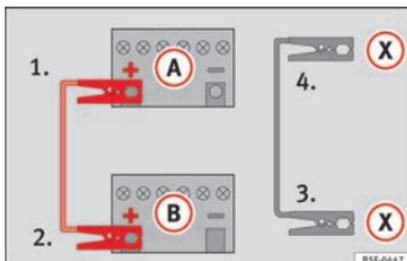

Abb. 165 Anschlussschema für Fahrzeuge mit Start-Stopp-System.
- Bei Fahrzeugen **mit Start-Stopp-System** klemmen Sie ein Ende des schwarzen Starthilfekabels (X) an einer geeigneten Massestelle, an ein mit dem Motorblock verschraubtes massives Metallteil oder an den Motorblock selbst an » » Abb. 165.
5. Klemmen Sie das andere Ende des schwarzen Starthilfekabels (X) im Fahrzeug mit der entladenen Batterie an ein mit dem Motorblock verschraubtes massives Metallteil oder an den Motorblock selbst, aber an einer weit von der Batterie (A) entfernten Stelle an.